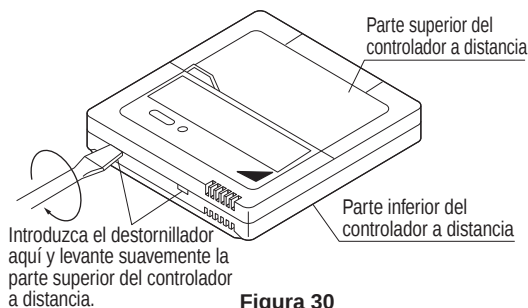

Figura 30
- Introduzca un destornillador $\ominus$ en el intermedio entre la parte superior e inferior del controlador a distancia, y luego de trabajar en las dos ranuras, retire la parte superior. El tablero del computador del controlador a distancia viene pegado a la parte superior del controlador a distancia. **(Vea la Figura 30)**